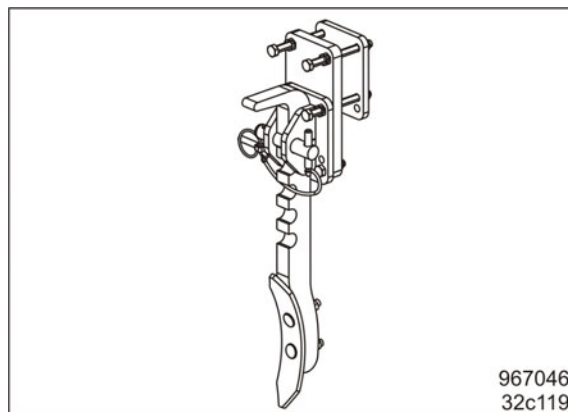

Рис. 25
- Жесткий рыхлитель почвы по следу колес (Рис. 25)